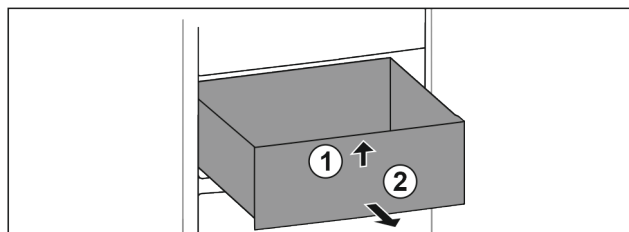

Fig. 89
- Nadzvedněte zásuvku vpředu. Fig. 89 (1)
- Vyměte zásuvku dopředu. Fig. 89 (2)